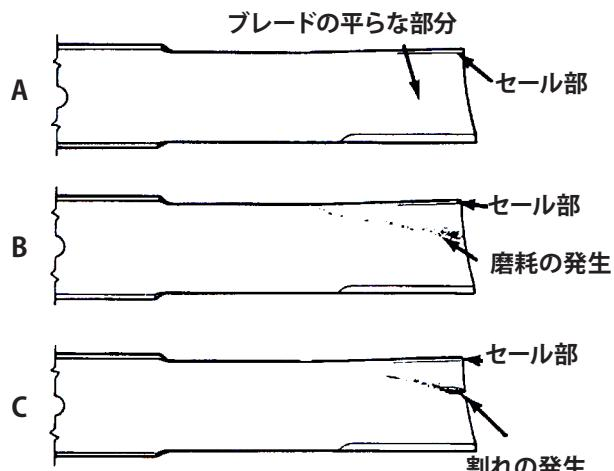

図14
2. ブレードの切っ先を注意深く観察、特に、直線部と曲線部が交わる部分をよく観察する(図14-A)。この、直線部と曲線部の交差域は、砂などによる磨耗が進みやすい部分なので、機械を使用するまえによく点検することが必要。磨耗が大きい場合には(図14-B) 危険であるから交換する; 14ページ「ブレードの取り外し」を参照。
ブレードの磨耗が進むと、セールと平たい部分との間に割れ目が発生し、(図14-C)、最終的にはブレードがちぎれてハウジングの下から飛び出し、これがオペレータや周囲の人間に重大な人身事故となる。